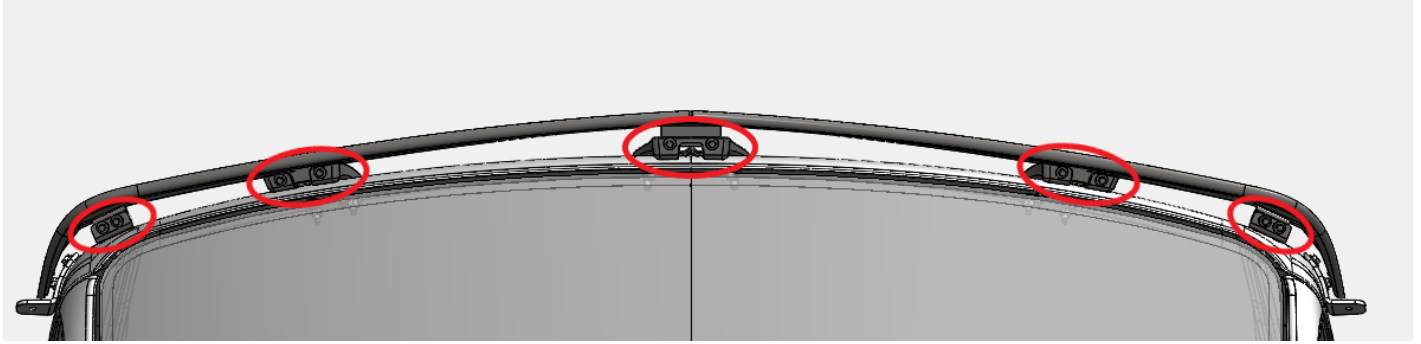

Figura 1: Tornillos OEM a quitar (Mirando hacia arriba desde abajo de la visera)
1. Quite la visera de fábrica, removiendo los 10 tornillos circulados en la Figura 1.